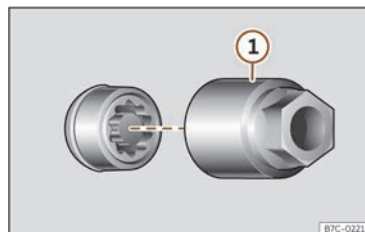

Fig. 194 Boulon antivol de roue avec capuchon et adaptateur.
- Encastrez l'adaptateur spécial >>> **fig. 194 ①** (outillage de bord >>> page 311) sur le boulon de roue antivol jusqu'à la butée.